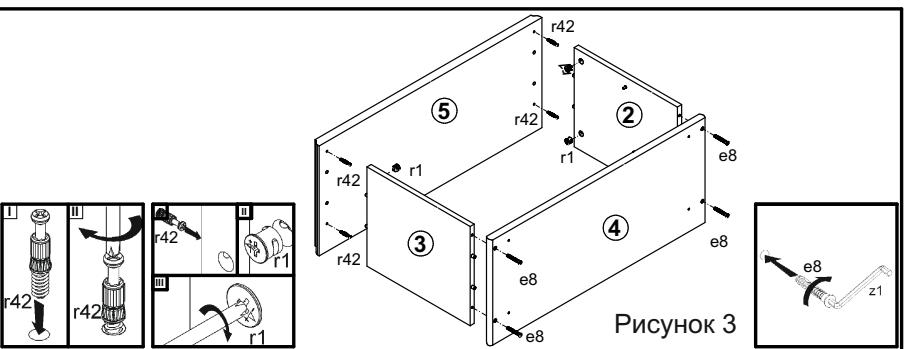

Рисунок 3
5. В отверстия Ø15 мм на внутренних поверхностях стенок боковых 2, 3 вставить стяжки эксцентриковые r1 (см. рис. 3).
6. В отверстия Ø5 мм на нижней поверхности щита верхнего 5 винты стяжки r42 (см. рис. 3).
8. Соединить детали 2, 3, 5 при помощи шкантов f1 и стяжек эксцентриковых r1. Затянуть стяжки эксцентриковые r1 с помощью отвертки (см. рис. 3). Стяжки эксцентриковые закрыть заглушками s2.
9. К деталям 2, 3 прикрутить щит нижний 4 конформатами e8 при помощи ключа z1 (см. рис. 3).